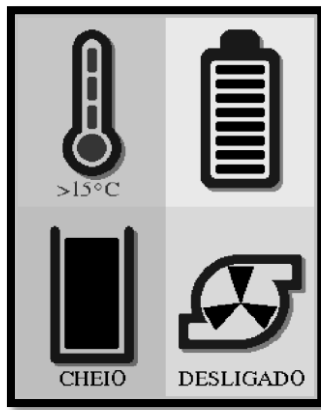

Figura 7 - Alarme - Temperatura acima de 15°C
3. Temperatura > 15°C (fora da faixa de utilização adequada) (Figura 7).